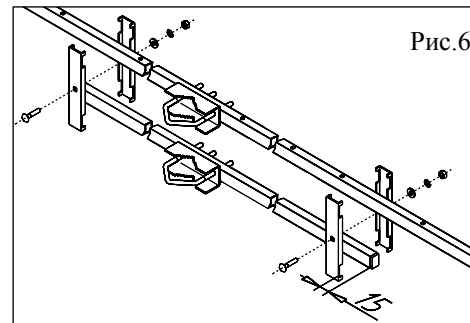

Рис.6
5.8.Смонтировать собранную штангу с нижней штангой с помощью стяжек, расположив их на расстоянии 15мм от концов нижней штанги (рис.6). Для соединения стяжек использовать винты №2 .Узлы крепления должны быть направлены в одну сторону и располагаться на общей вертикальной оси.